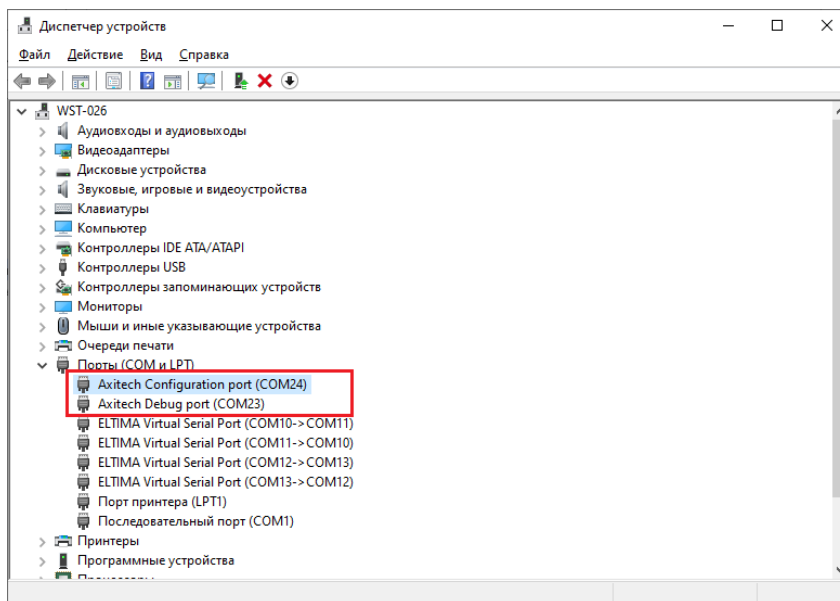

Рисунок 12 – Окно диспетчера устройств с установленными драйверами
9. При успешной установке драйверов наименование портов изменятся на: *Axitech Configuration port*, *Axitech Debug port* (см. рисунок 12).